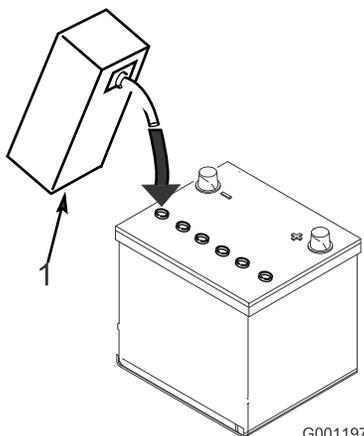

図 10
3. 各セルの電極板が液面下 6mm程度に水没するまで、電解液を慎重に入れる (図 10)。
注 必要に応じて、電極板が 6mm 程度水没するぐらいに電解液を補充する (図 10)。